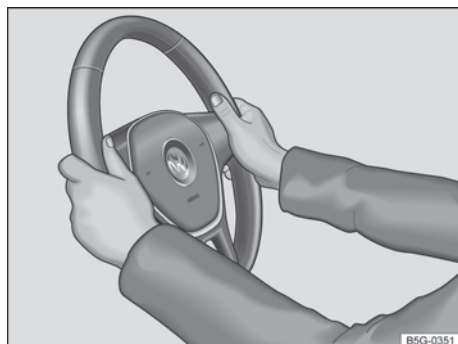

Fig. 54 No volante: posição 9 e 3 horas.
- Ajustar a posição do volante de forma que possa segurá-lo lateralmente pela borda externa na posição de 9h e 3h → Fig. 54 com ambas as mãos e os braços ligeiramente dobrados.
- Empurrar a alavanca ① sempre pelo manípulo com firmeza para cima após o ajuste, para travar a posição do volante.
- Durante a condução, sempre segurar o volante com ambas as mãos lateralmente na borda externa *nas posições de 9h e 3h* → Fig. 54, para reduzir ferimentos causados por um acionamento do airbag frontal do condutor.